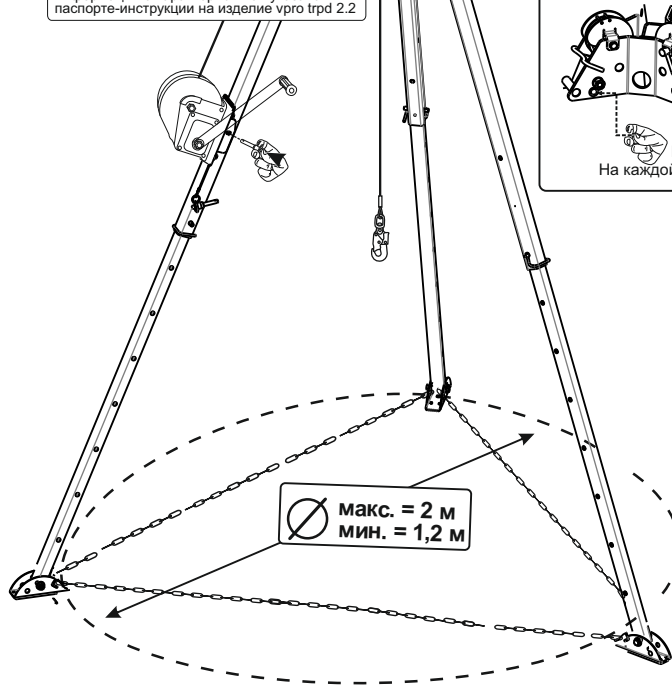
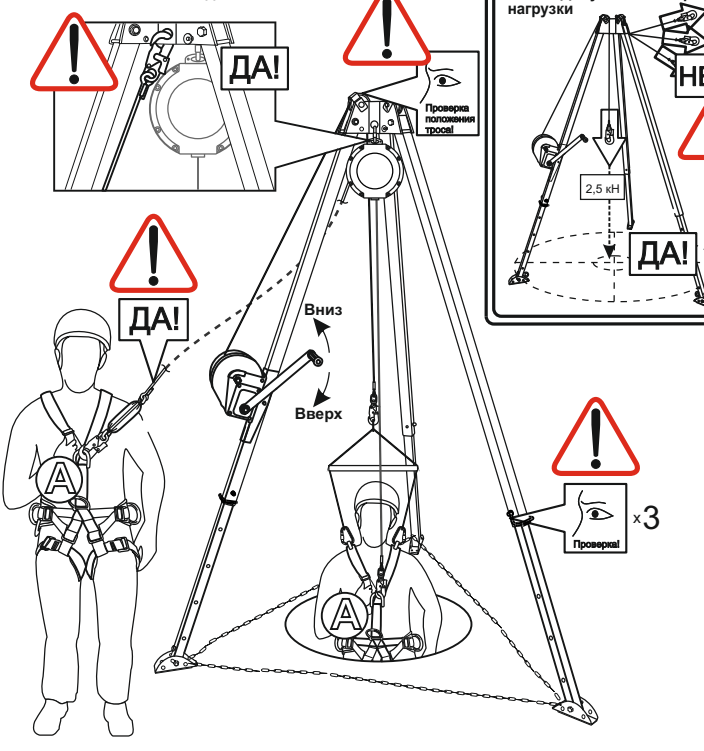

Рис. 3. Фиксация опор
Рис. 8. Допустимое направление нагрузки
***Внимание!** Необходимо зафиксировать положение опор для предотвращения возможного изменения положения штатива-треноги в процессе использования, в т.ч. при помощи дополнительных элементов (рис. 3, 5). Наибольшая надежность конструкции достигается при установке на горизонтальной поверхности (рис. 8).*
Приведите анкерное устройство в вертикальное положение, раздвиньте опоры и зафиксируйте их штифтами (рис. 3).